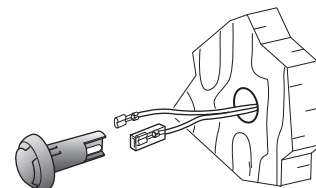

Fig. 20
- ▶ Perforar un orificio de  $\varnothing$  10 mm (Fig. 20).